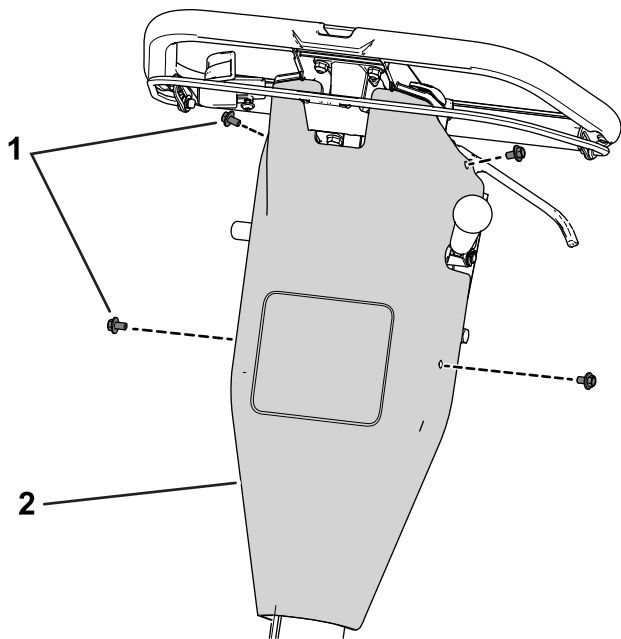

Figure 43
- B. Déposez le couvercle de commande en retirant les vis qui le fixent au panneau arrière (Figure 43).